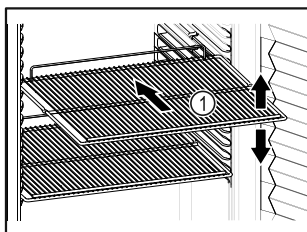

Fig. 61 Voorbeeld
- ☐ Indien de legroosters *Fig. 61 (1)* verplaatsbaar zijn, deze aan de hoogte aanpassen.